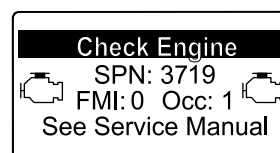

Figura 40
- Si es necesario realizar una regeneración de recuperación, el InfoCenter muestra la advertencia del motor SPN 3719, FMI 16 (Figura 40) y el ordenador del motor reduce la potencia del motor al 85%.